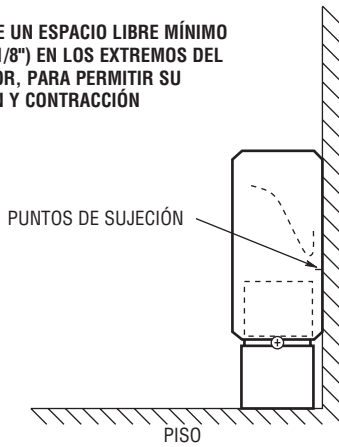

Figura 2. Instalación del calefactor
1. Posicione el calefactor en el lugar elegido de la pared, como se muestra en la Figura 2. Para asegurar el máximo confort de calefacción, colóquelo debajo de una ventana.